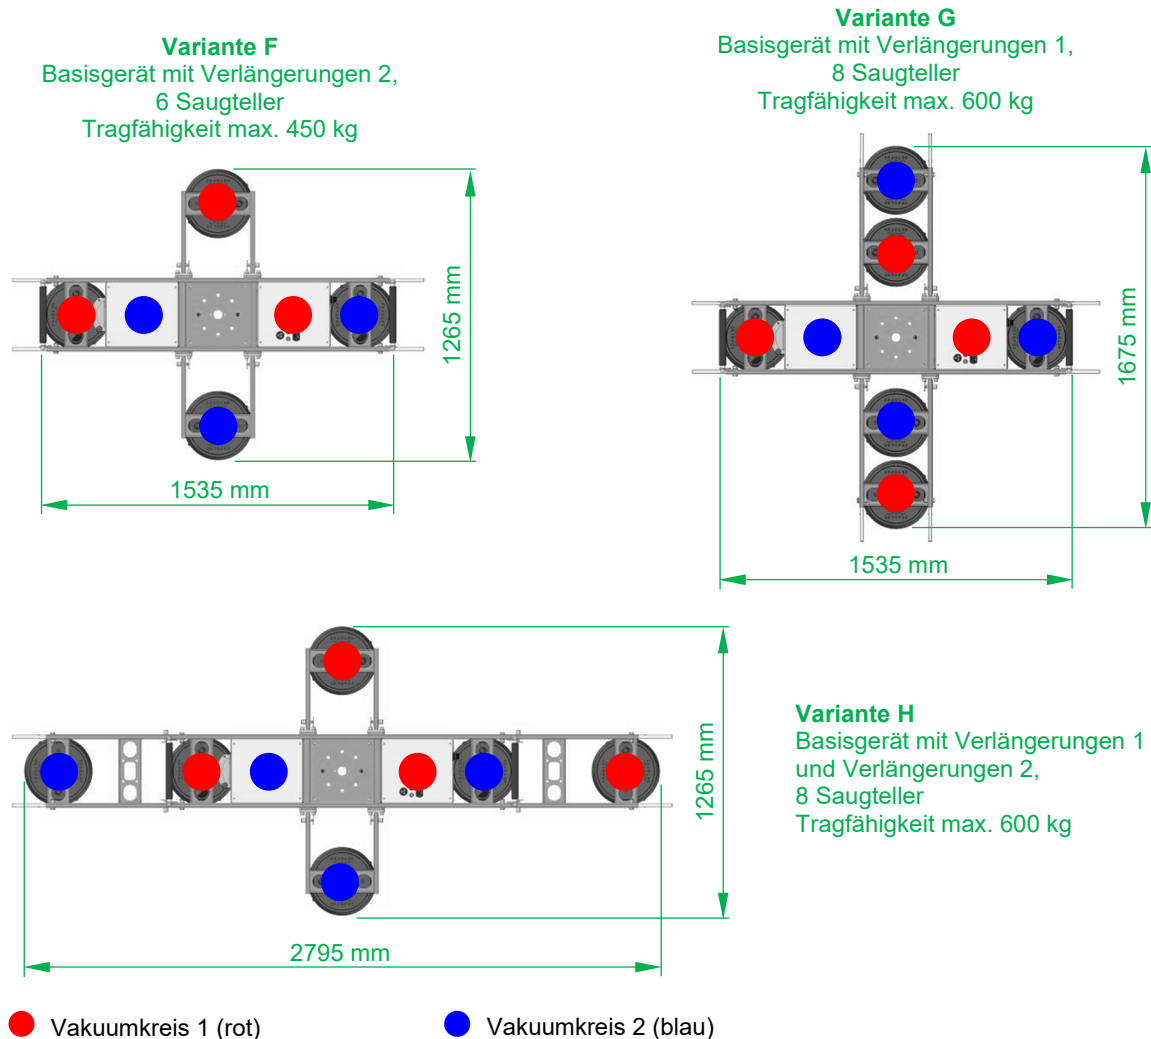

Abb. 3: Mögliche Konfigurationen des OKTOPUS® und Anordnung der Saugteller
Durch den Anbau von Verlängerungen (s. Punkt 3.3) kann der OKTOPUS® GLASS-Jack GL-LN 600 an verschiedenste Elementabmessungen angepasst werden. In Abbildung 3 sind alle möglichen Varianten gezeigt. Aus Gründen der Übersichtlichkeit wurde auf die Darstellung des Kranarmes verzichtet.
- Wenden Sie sich bitte an das Wirth Service Team, wenn eine von Abbildung 3 abweichende Anordnung der Saugteller erforderlich sein sollte.
Zur Realisierung der OKTOPUS®-Konfigurationen Variante D und G (s. Abb. 3) besteht die Notwendigkeit, jeweils einen zweiten Saugteller an die Verlängerungen 1 zu montieren. Gehen Sie dazu wie folgt vor: